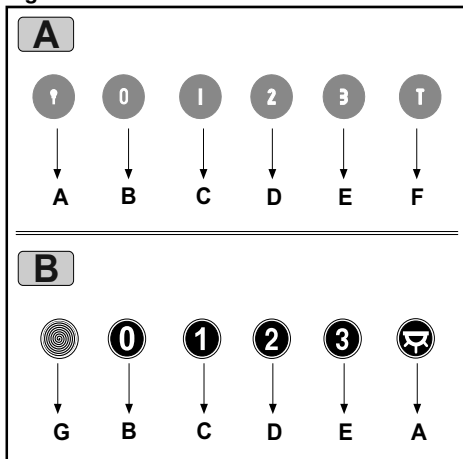

Fig.9
• **BEDIENUNG:** (Abb.9 B) DER BELEUCHTUNG